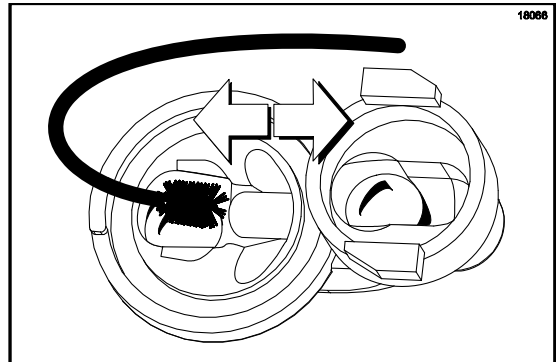

Figura 85
7. Movimente a escova para frente e para trás, esfregando esta passagem. Empurre a escova completamente e puxe-a para fora do corpo da válvula. (Veja a Figura 85.)